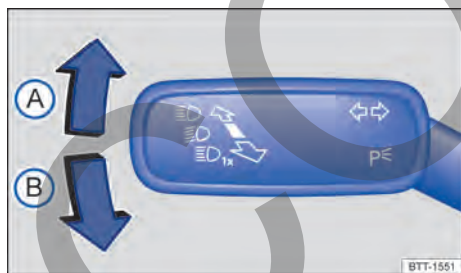

Fig. 111 En el lado izquierdo de la columna de dirección: palanca de los intermitentes y de la luz de carretera.
- Mueva la palanca de los intermitentes y de la luz de carretera desde la posición central a la posición deseada → fig. 111:
- (A)** Se conecta la luz de estacionamiento derecha.
- (B)** Se conecta la luz de estacionamiento izquierda.